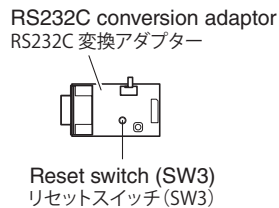

Fig. 1
- Connect the writing port (CB7 of HDMI P.C.B.) located on the rear panel of this unit to the serial port (RS232C) of the PC with RS232C cross cable, RS232C conversion adaptor and flexible flat cable. (See Fig. 1 on page 23)
- 本機の手書き用ポート (HDMI P.C.B. の CB7) と PC のシリアルポート (RS232C) を、RS232C クロスケーブル、RS232C 変換アダプター、フレキシブルフラットケーブルで接続します。(23 ページ Fig.1 参照)
2. Press the “reset switch (SW3)” of the RS232C conversion adaptor. (Fig. 1)
2. RS232C 変換アダプターの “リセットスイッチ (SW3)” を押します。(Fig. 1)